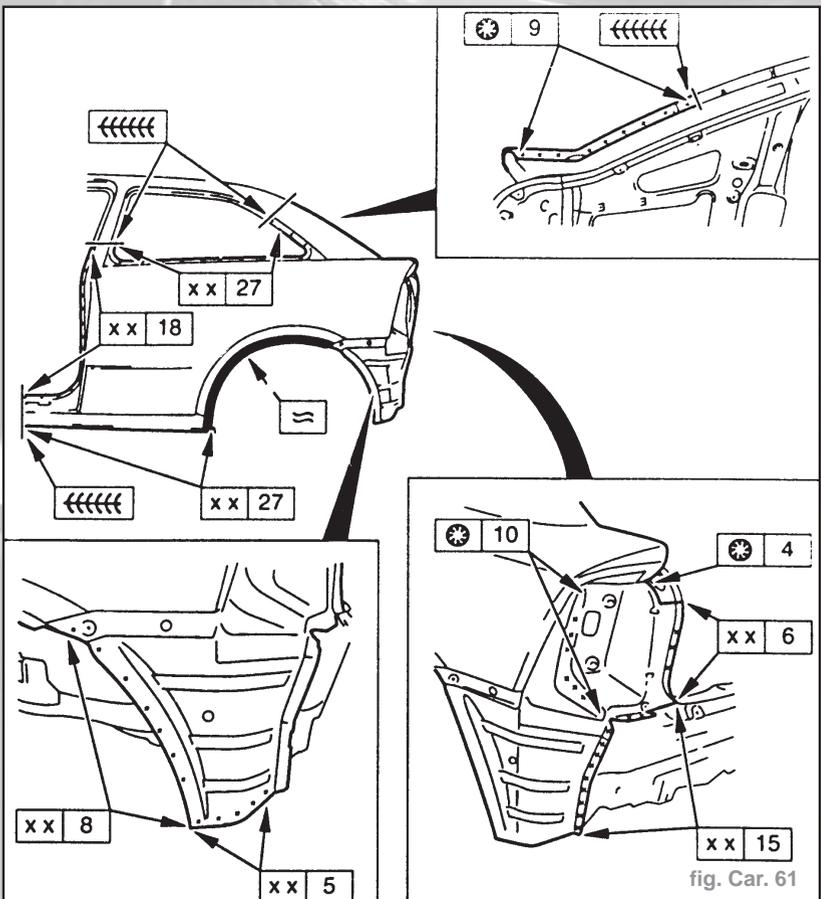

fig. Car. 61
- Préparer le panneau latéral. Appliquer de la peinture de soudure par point. Dans la zone de passage de roue (=) appliquer de la colle à souder. Souder le panneau latéral (fig. Car. 61).